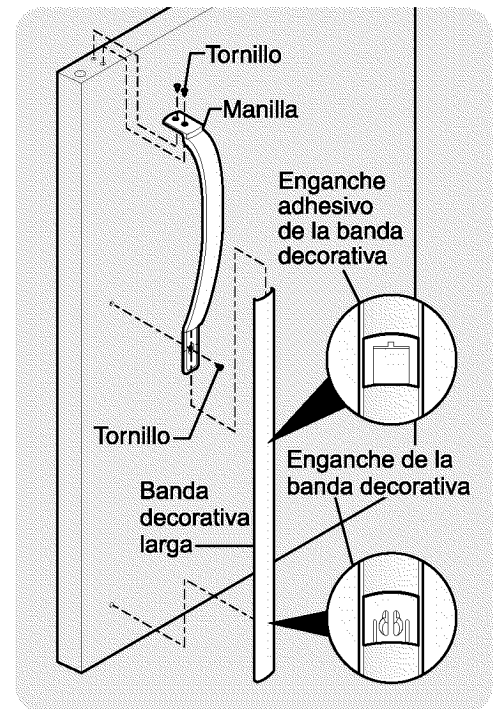
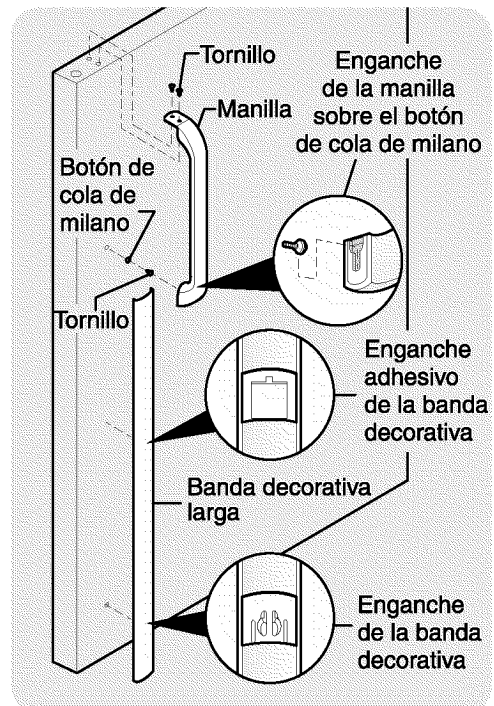

Figura 1
Figura 2
7. Enrolle el exceso de la tubería de suministro de agua (aproximadamente 2½ vueltas) detrás del refrigerador, como se muestra en la figura 1, y arregle la tubería enrollada de manera tal que no vibre o se desgaste por el roce con otra superficie.
En ciertos modelos, la puerta del refrigerador tiene una banda decorativa larga que se extiende desde la parte inferior de la manilla hasta la parte inferior de la puerta. La parte superior de la banda está sujeta al soporte de la manilla (figura 1) o encaja debajo de la base de la manilla (figura 2). En la mitad de la banda hay un “enganche adhesivo”. La parte inferior de la banda decorativa se mantiene fija en su lugar mediante un enganche adhesivo o un enganche de dos clavijas que se introducen en un orificio en la parte delantera de la puerta.
##### **Manillas del tipo mostrado en la figura 1**
##### **Manillas del tipo mostrado en la figura 2**